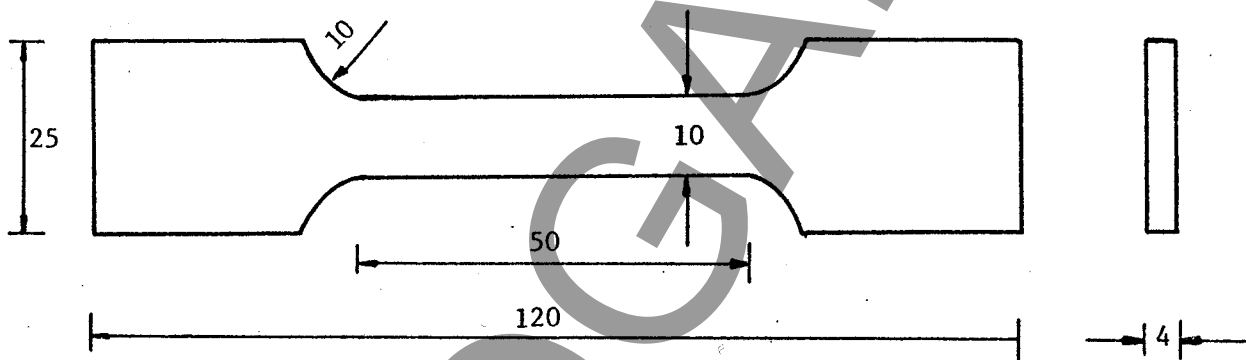

FIGURA 3 - Dimensões do corpo de prova (Dimensões em mm)
4.1.1 Os corpos de prova são obtidos através de usinagem com forma e dimensões, segundo a Figura 3.